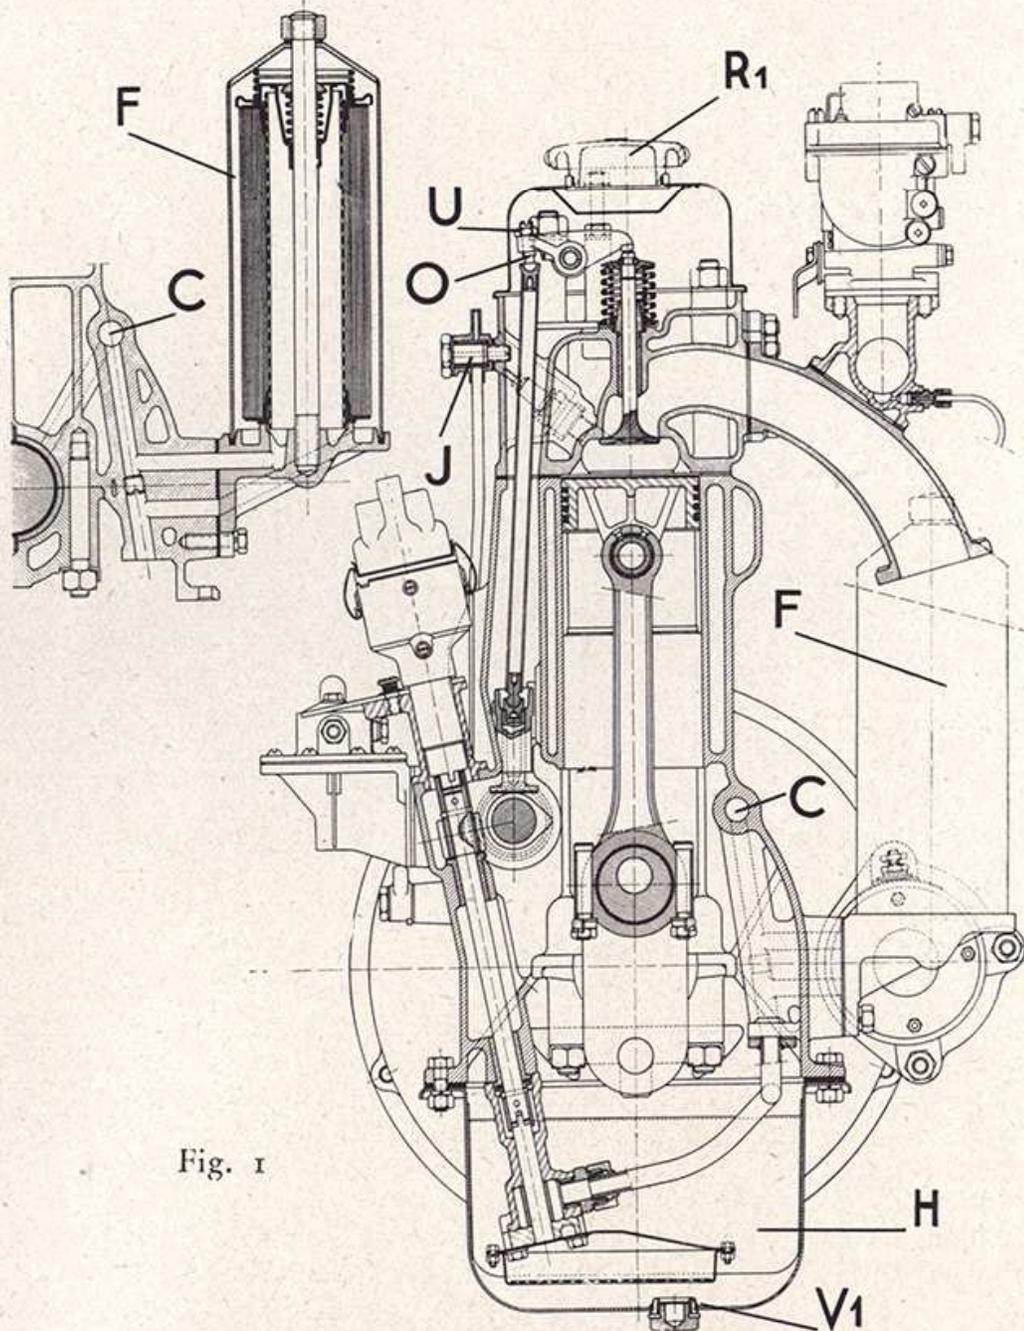

Fig. 1
Nettoyer les filtres F et J (fig. 1).
# MOTEUR (fig. 1 et 2)
Les soupapes d'échappement et d'admission (*fig. 1 et 2*) placées verticalement en ligne dans le fond de la culasse, sont actionnées par des basculeurs commandés par des tiges verticales mues par des poussoirs en contact avec l'arbre à cames situé dans le carter. Ces tiges agissent sur les basculeurs par l'intermédiaire d'une vis de réglage (O) munie d'un contre-écrou de blocage (U) (*fig. 1*). Il doit exister un jeu de  $25/100$  de millimètre entre le bec du basculeur et l'extré-